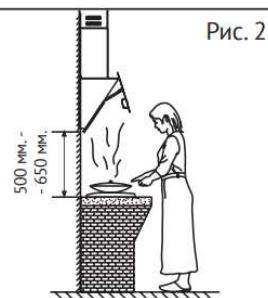

Рис. 2
2. Устанавливать вытяжку следует над конфоркой. Рекомендованное расстояние между конфоркой и нижним краем вытяжки – для электрических поверхностей - 650 мм, для газовых - 750 мм. (Рис. 2).